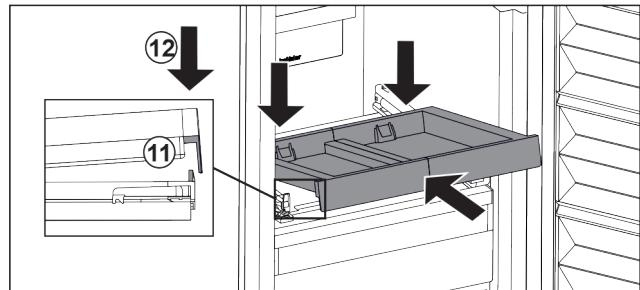

Fig. 93
- Вставити навколо. Звертайте увагу, щоб з обох боків упор був за накладкою. Fig. 93 (11)
- Витяжну панель опустити спереду. Fig. 93 (12)